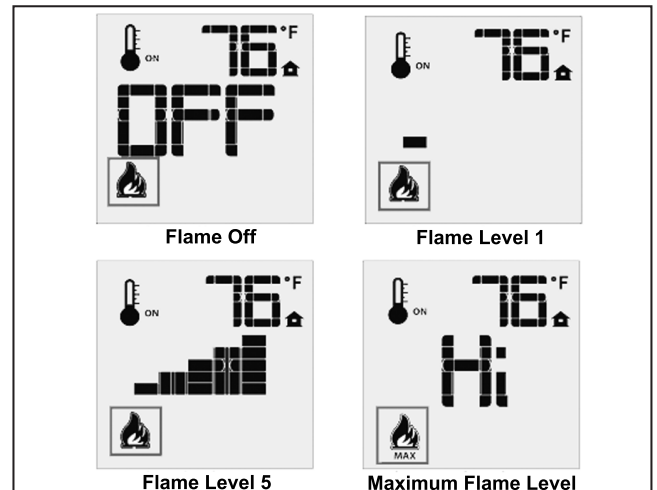

Figure 11: La télécommande montre les niveaux de flamme.
Le Proflame 2 GTMF a six (6) niveaux de flammes. Une fois le système allumé, appuyer sur la flèche vers le bas diminuera de un niveau les flammes, jusqu'à ce que la flamme soit éteinte. Si vous appuyez sur la flèche vers le haut lorsque le système est allumé mais les flammes sont éteintes, la flamme s'allumera au maximum (référez-vous à la Figure 11). Un seul bip confirme la réception de la commande.